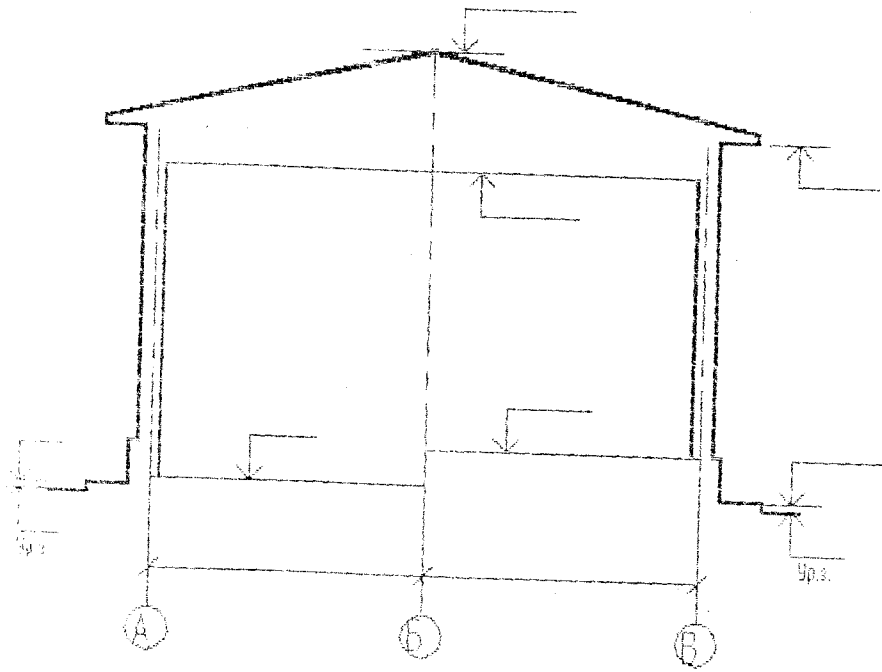

Рис. 6
3. Нанести перекрытия с высотными отметками; выполнить схематическое изображение разреза крыши (рис. 6).